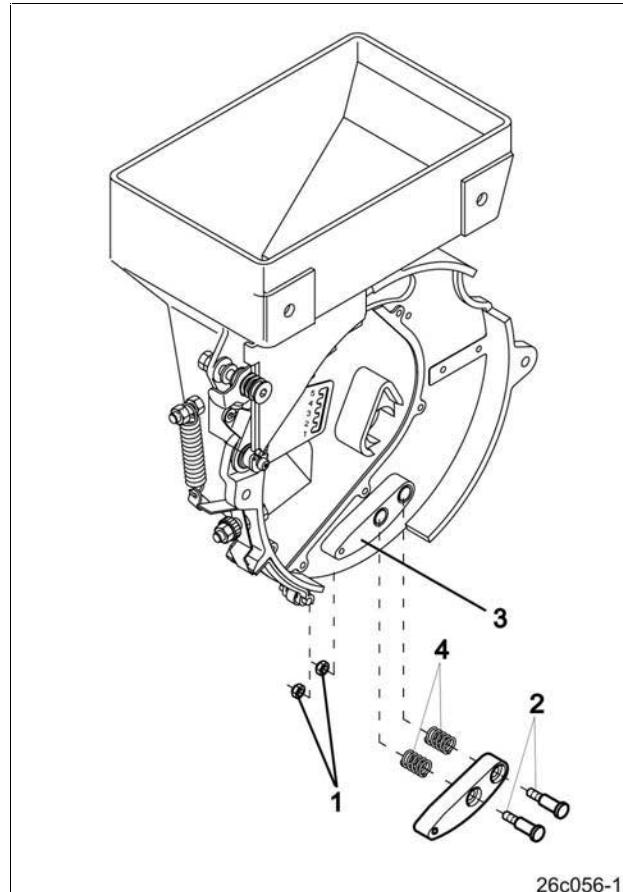

Рис. 71
Для замены выталкивателя необходимо открутить гайки (Рис. 71/1).
**Винты (Рис. 71/2) для крепления оснащены внутренним шестигранником.**
Снимите выталкиватель (Рис. 71/3) вместе с винтами и пружинами (Рис. 71/4).